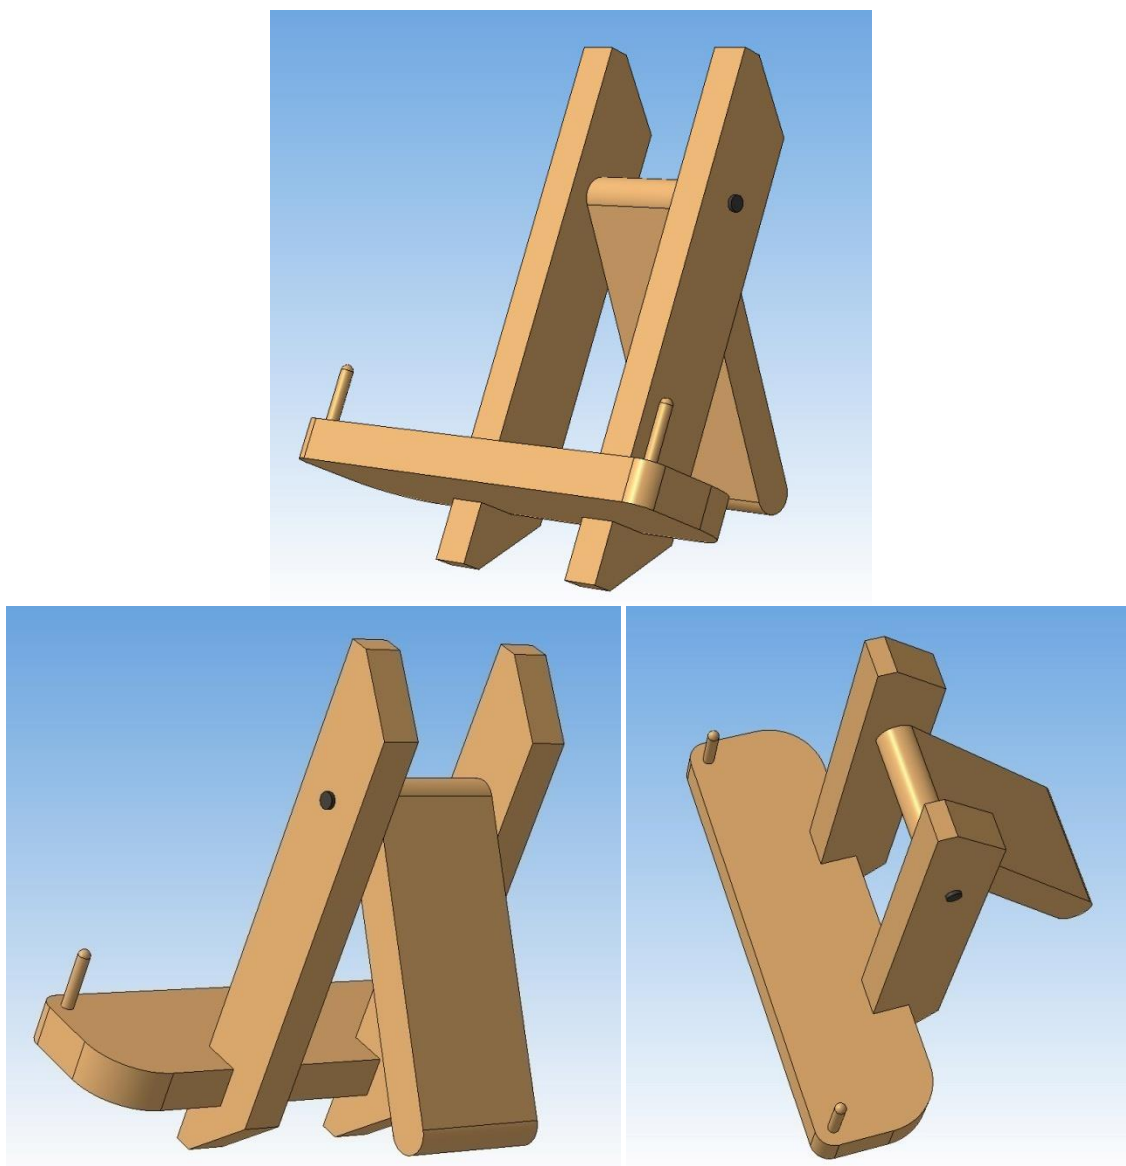

Рис. 1
1. По данному образцу (Рис. 1) разработайте технологическую карту (Таблица 1) для изготовления настольного складного мольберта;